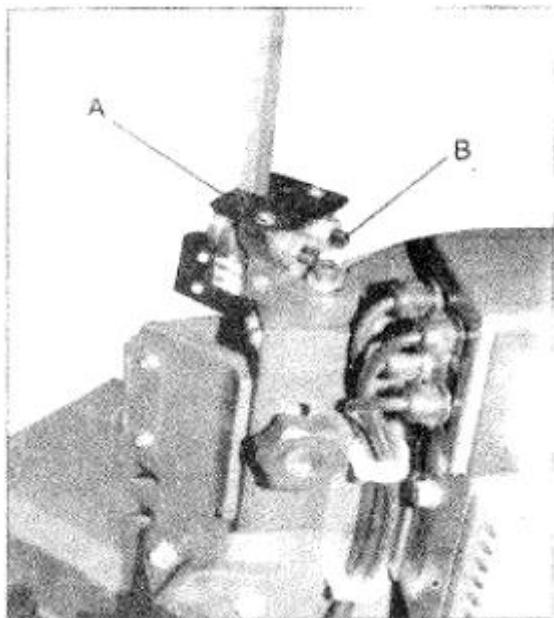

Рис. 14
3. Открутить винт (А на рис. 14) и настроить узел так, чтобы роликовый подшипник был на расстоянии 0.08 мм ~ 0,12 мм от задней стороны полотна.